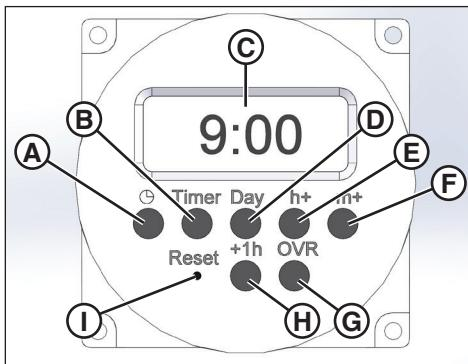

Figure 14
2. Appuyer sur le bouton OVR (**G**, Figure 14) sur le module de la minuterie pour activer le mode manuel. Appuyer de nouveau pour éteindre.
- a. Avec un objet contondant, appuyer et relâcher le bouton Reset (Réinitialisation) (**I**, Figure 14). L'écran de la minuterie (**C**) clignotera.
- b. Appuyer simultanément sur les boutons Clock (Horloge) (**E**, Figure 14) et Hour (Heure) (**E**). La minuterie se réinitialisera à 0 h 00.
- a. Sous l'heure avancée, appuyer sur le bouton +1h (**H**, Figure 14). (si non, sauter cette étape.)
- b. Appuyer et tenir le bouton Clock (Horloge) (**A**, Figure 14) tout en appuyant simultanément sur les boutons Day (Jour) (**D**), Hour (heure) (**E**) et/ou Minute (**F**) jusqu'à ce que le bon jour et la bonne heure s'affichent.
- Appuyer une fois sur le bouton Timer (Minuterie) (**B**, Figure 14). ACTIVÉ s'affichera sur le côté gauche de l'afficheur.
- Appuyer de manière répétée sur le bouton Day (Jour) (**D**, Figure 14) pour activer ou désactiver chaque jour pour lequel s'allumera la minuterie.
- Appuyer sur les boutons Hour (Heure) (**E**, Figure 14) et Minute (**F**) jusqu'à l'heure voulue sur la minuterie s'affiche.
- Appuyer de nouveau sur le bouton Timer (Minuterie) (**B**, Figure 14). DÉSACTIVÉ s'affichera sur le côté gauche de l'afficheur.
- Appuyer de manière répétée sur le bouton Day (Jour) (**D**, Figure 14) pour activer ou désactiver chaque jour pour lequel s'éteindra la minuterie.
- Appuyer sur les boutons Hour (Heure) (**E**, Figure 14) et Minute (**F**) jusqu'à l'heure voulue pour laquelle s'éteindra la minuterie.